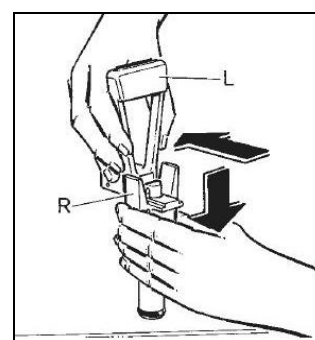

Fig. 4
- **D**émonter le robinet en maintenant le corps L enfoncé vers le bas, en extrayant le levier R hors de son logement (voir fig.4).